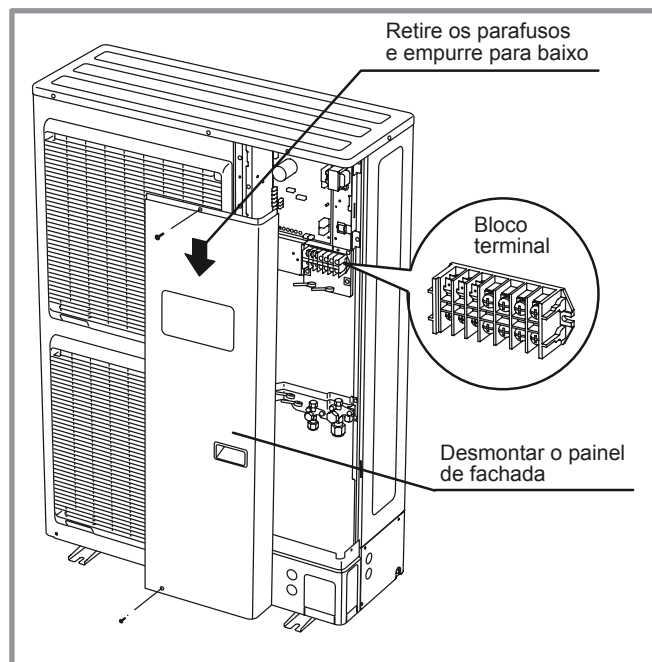

**figura 34 - Finalização da conexão da unidade exterior monofásica**
- Utilize o fixador para manter os cabos contra a placa de isolamento (figura 34).